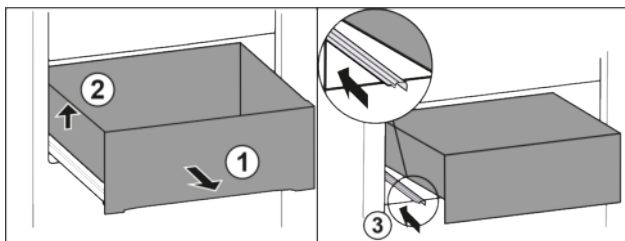

Fig. 92
- Schubfach bis zum Anschlag herausziehen. Fig. 92 (1)
- Schubfach links anheben. Fig. 92 (2)
- Linke Schiene einschieben. Fig. 92 (3)